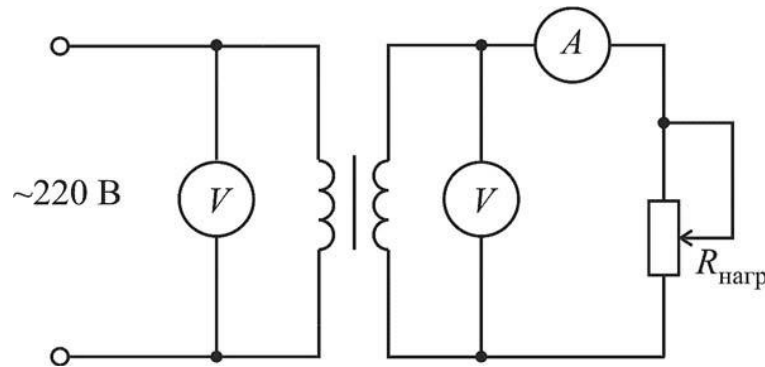

Рис. 6
**Опыт нагрузки трансформатора** это такой режим работы трансформатора, когда к выводам вторичной обмотки подключена нагрузка  $Z_{нагр}$  ( $R, X_L, X_C$ ) (рис. 6).